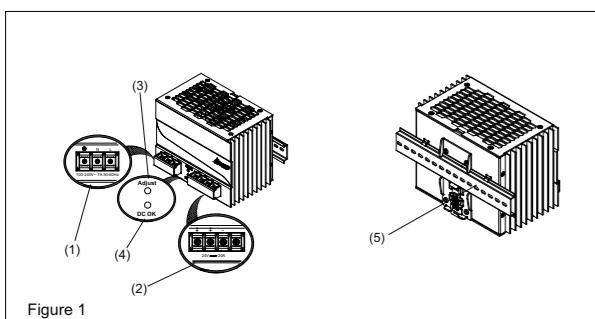
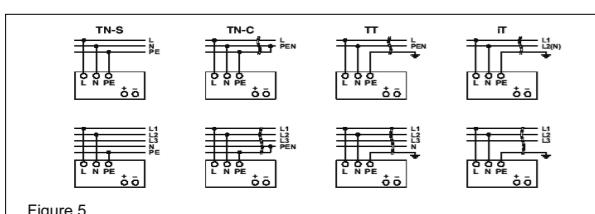

Figure 1
Figure 5
2. Gerätebeschreibung (Abb. 1)
5.1. Anchluss der Eingangsklemmen (Abb. 1, Abb. 5)
5.2. Anchluss der Ausgangsklemmen (Abb. 1 (2))
Verwenden Sie die Schraubklemmen „+“ und „-“, um den 24VDC-Anschluss herzustellen. Am Ausgang stehen 24VDC zur Verfügung. Die Ausgangsspannung kann am Potentiometer zwischen 22 und 28VDC eingestellt werden. Die grüne LED „DC OK“ zeigt die korrekte Funktion des Ausgangs an (Abb. 1 (4)). Das Gerät verfügt über einen Kurzschluss-, Überlast- und Überspannungsschutz, der auf 35VDC begrenzt ist.
2. Device description (Fig. 1)
5.1. Input connection (Fig. 1, Fig. 5)
Use L, N and PE connections of input terminal connector (see Fig. 1 (1)) to establish the 100-240VAC connection.
5.2. Output connection (Fig. 1 (2))
Use the “+” and “-“ screw connections to establish the 24VDC connection. The output provides 24VDC. The output voltage can be adjusted from 22 to 28VDC on the potentiometer. The green LED DC OK displays correct function of the output (Fig. 1 (4)). The device has a short circuit and overload protection and an over voltage protection limited to 35VDC.